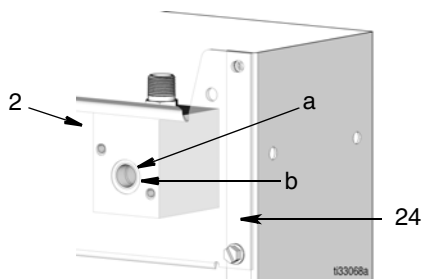

FIG. 10
3. Posicione a tubagem (2) no interior do bar de óleo, direcionando a abertura (a) à frente da tubagem com a abertura (b) na placa de instalação (24), como demonstrado em FIG. 10.